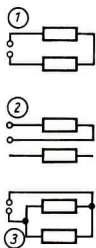

Bild 36
- 7.10 Ein elektrisches Heizgerät besitzt 3 Schaltstufen (Bild 36). An  $220\text{ V}$  angeschlossen, fließt bei Schaltstufe 3 ein Strom von  $10\text{ A}$ . Beide Widerstände sind gleich. Berechnen Sie die Heizleistung der einzelnen Schaltstufen.